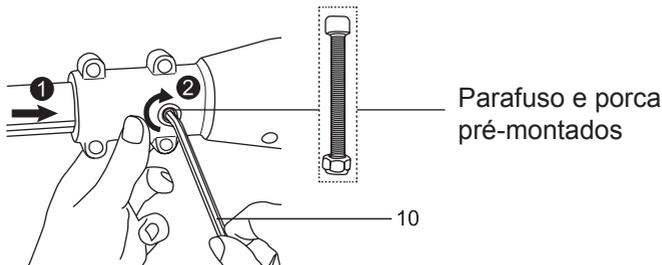

Fig. 3
4. Alinhe a extensão do cabo (22) com a unidade do motor e insira-a completamente até ao batente. Fixe a conexão com o parafuso e a porca. (Fig. 3)